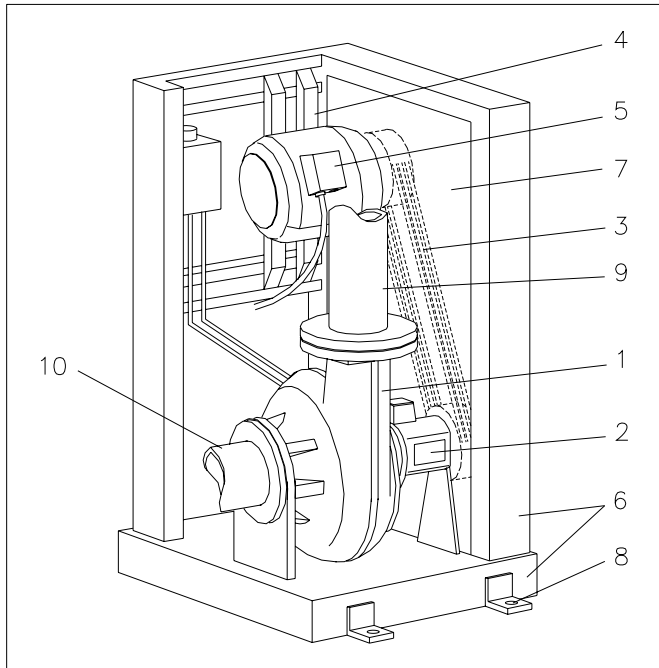

Fig. 7.5
Kileremdrift med høyt plassert motor og ramme (se fig. 7.5).
- Foten forankres til fundamentet ved hjelp av de 4 montasjehullene; se fig. 7.5, pos. 8.